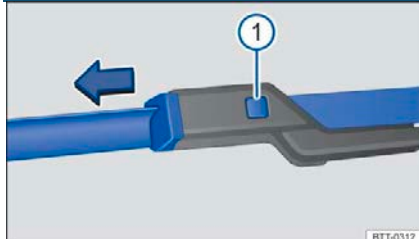

Рисунок 114 Замена щетки стеклоочистителя лобового стекла.
– Нажмите и удерживайте кнопку фиксатора → рис. 114.